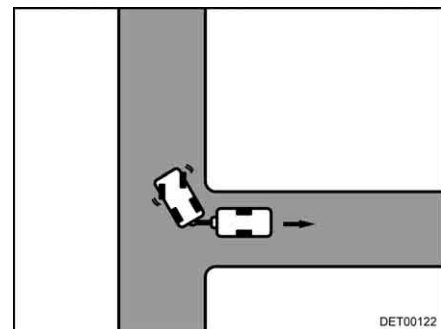

Fig. 17 Girar el volante hacia la derecha
- Girar el volante hacia la derecha y desplazarse hacia atrás con precaución (Fig. 17).